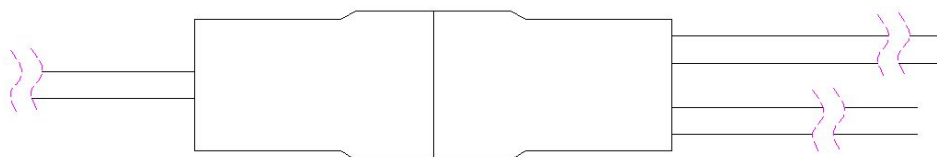

图 4-3 交流线接头连接
- 将相邻两个微逆的交流线公头与母头插接在一起，如图 4-3 所示。